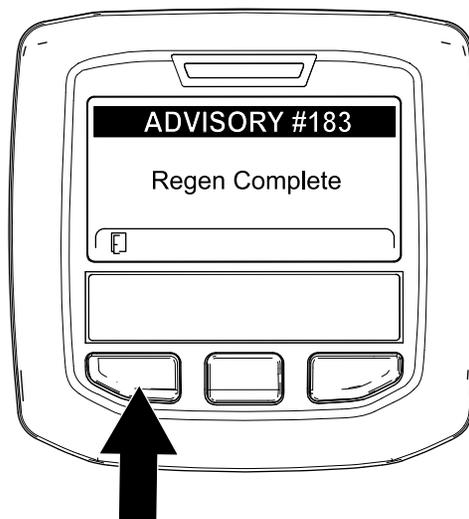

Рисунок 61
9. Когда компьютер двигателя завершает процесс стационарной или восстановительной регенерации, на дисплее инфо-центра появляется информационное сообщение № 183 (Рисунок 61). Для перехода на главный экран нажмите левую кнопку.
Примечание: Если регенерацию не удалось завершить, на дисплее инфо-центра появляется информационное сообщение № 184 (Рисунок 61). Для перехода на главный экран нажмите левую кнопку.